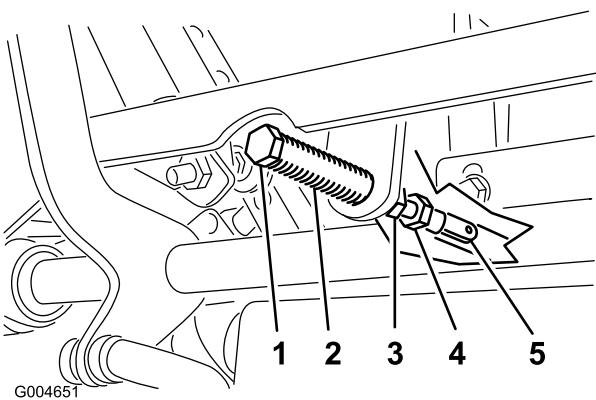

Bild 62
5. Ziehen Sie den Hebel zurück, bis der Lastösenbolzen (am Arm über der Gelenkwelle) das Schlitzende berührt (und soeben Druck auf die Feder ausübt) (Bild 62).
7. Sollte eine Einstellung erforderlich sein, lockern Sie die Mutter und die Klemmmutter gegen das Joch (Bild 62).
8. Drücken Sie den Fahrantriebshebel leicht nach hinten, drehen Sie den Kopf der Einstellschraube in die entsprechende Richtung, bis der Schalthebel in der Neutralsperrstellung zentriert ist (Bild 62).
9. Ziehen Sie die Mutter und die Klemmmutter an (Bild 62).
9. Ziehen Sie die Klemmmuttern an den Kugelgelenken fest (Bild 62).